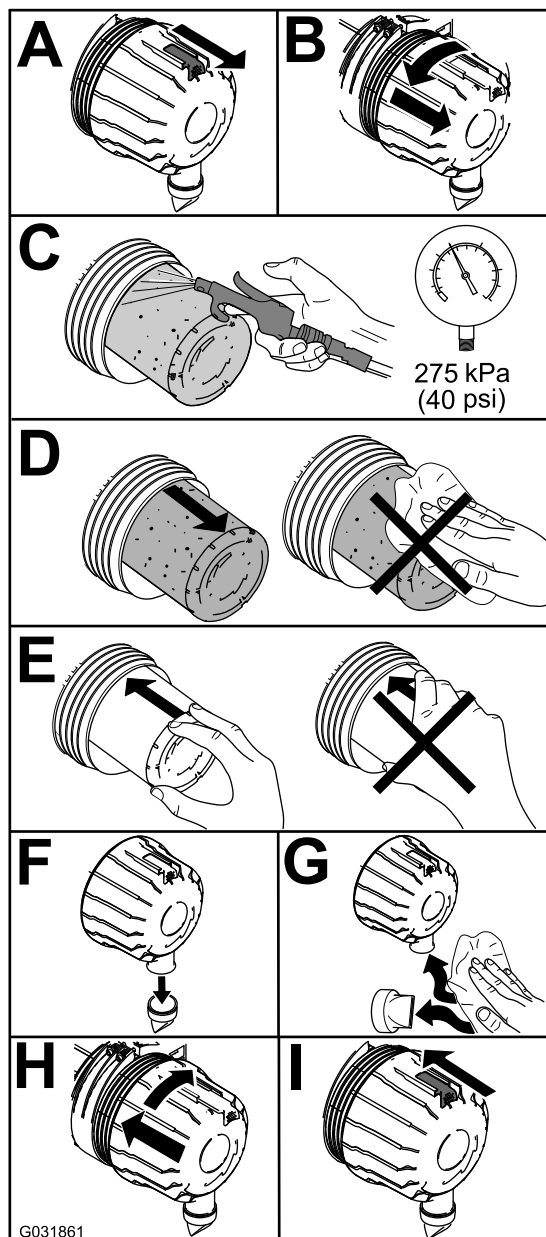

Figura 79
1. Substitua o filtro de ar (Figura 79).